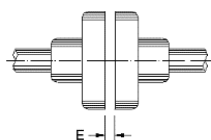

Figura 4.14: Folga axial do acoplamento (E)
Alinhar cuidadosamente as pontas de eixo e, sempre que possível, usar acoplamento flexível, deixando uma folga (E) mínima de 3 mm entre os acoplamentos, conforme mostrado na Figura 4.14.